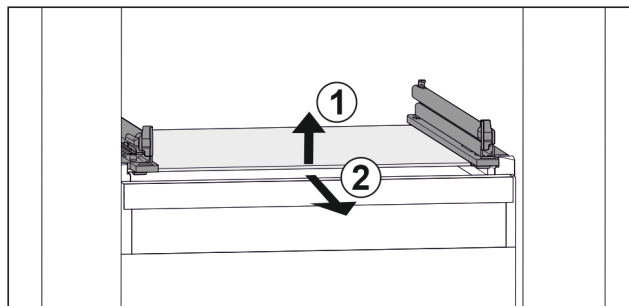

Fig. 160 Eksempel på fremstilling av glassplaten
- Løft opp glassplaten foran. Fig. 160 (1)
- Ta ut glassplaten fremover. Fig. 160 (2)